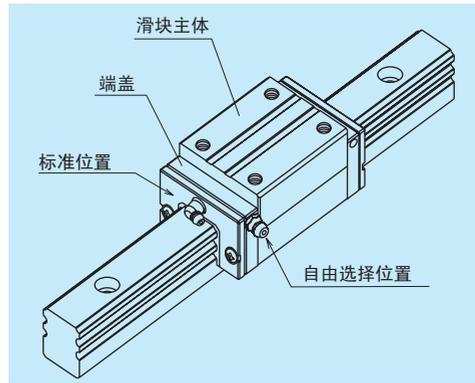

图 11 润滑用零件的安装位置
• 润滑脂注入嘴标准型号的位置是安装在滑块的端面，作为自选也可安装在端盖的侧面（图 11）将润滑脂注入嘴和专用配管接头安装到滑块主体上面或侧面时，请向 NSK 咨询。